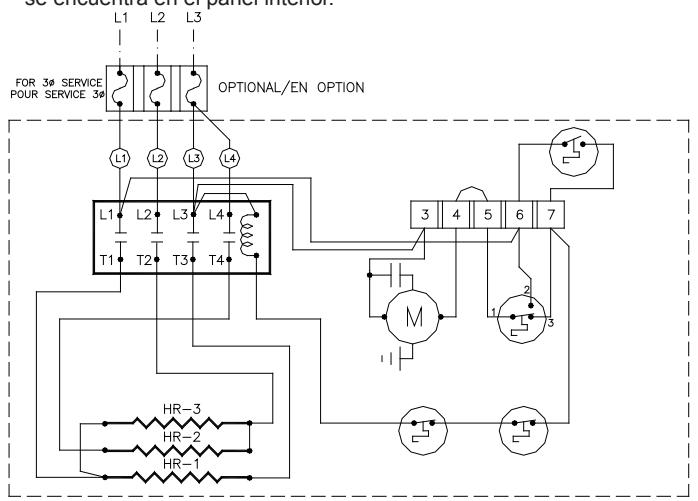

Figura 2
3. Quite los dos tornillos que aseguran la puerta de acceso (Vea la Figura 2) y gire la puerta hacia abajo para exponer el compartimiento del cableado y los controles.
4. Se proporcionan tres troquelados en la parte trasera del calefactor para el cableado de potencia y de control. (Vea la Figura 2)